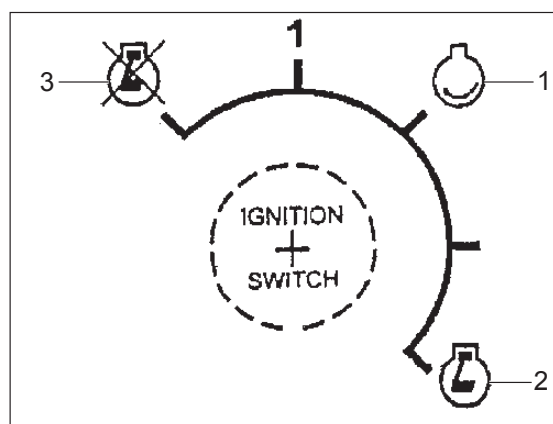

Figure 7.2 - Sleutelposities
4. Zet de contactsleutel op stand 1 voor ON, zie afb. 7.2.
- Rood lampje (item 2) wisselstroomdynamo
- Rood lampje (item 3) oliedruk
- Er moet een groen lampje (item 4) gaan branden om aan te geven dat de machine kan worden gestart.